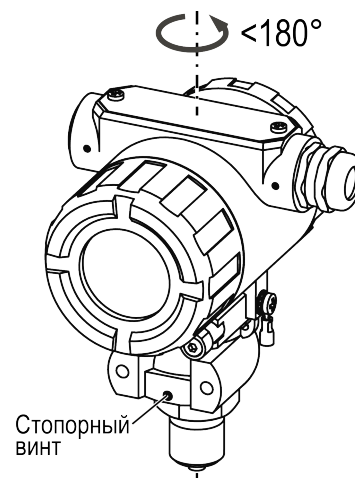

Рисунок 6.6 – Поворот корпуса относительно штуцера
1. Ослабить стопорный винт с помощью ключа для внутреннего шестигранника размером $S = 2$ мм (см. рисунок 6.6).